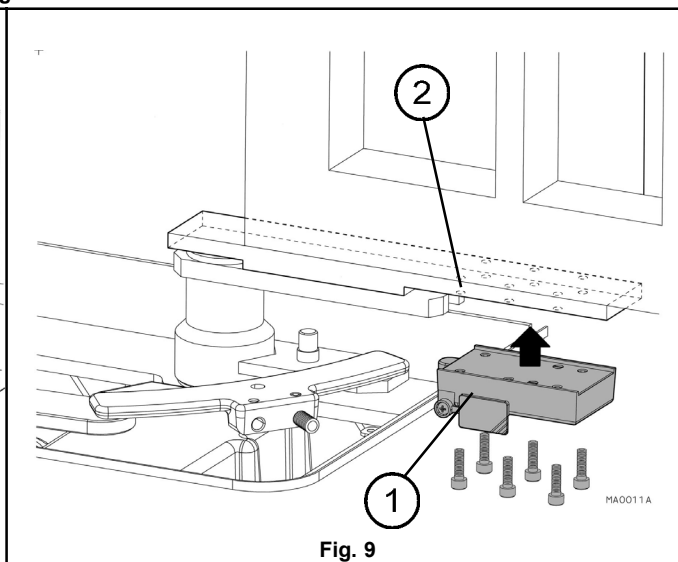

Fig. 9
- Installer le déverrouillage manuel (1 fig. 9) en le fixant au levier de soutien (2 fig. 9) à l'aide des six vis mises à disposition pour le déverrouillage.
- Monte el desbloqueo manual (1 fig. 9) fijándolo a la palanca de soporte (2 fig. 9) con los seis tornillos que se entregan con el equipamiento de base.
- Zamontować ręczny system odblokowania (1 rys. 9) mocując go do dźwigni wspornika (2 rys. 9) za pomocą sześciu śrub dostarczanych z systemem odblokowania.